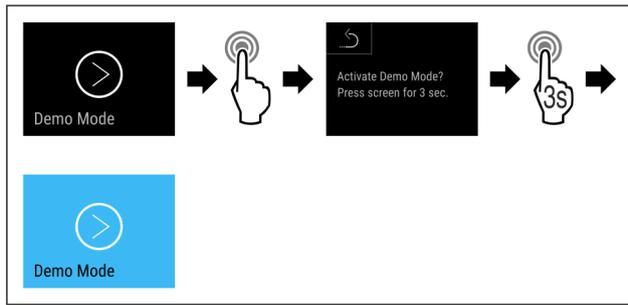

Fig. 159
- u Handlungsschritte (siehe Fig. 159) durchführen.